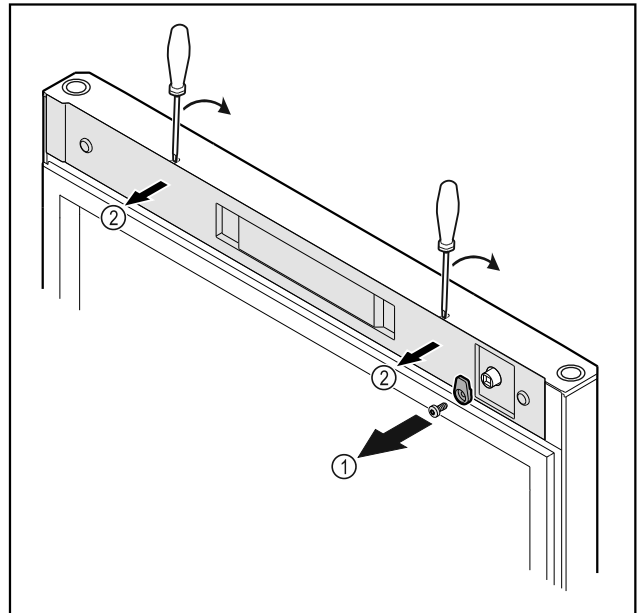

Fig. 10
- ▶ Irrota sulkuhaka Fig. 10 (1).
- ▶ Paina suojuus Fig. 10 (2) pienellä ruuvimeisselillä paikaltaan ja ota se pois.